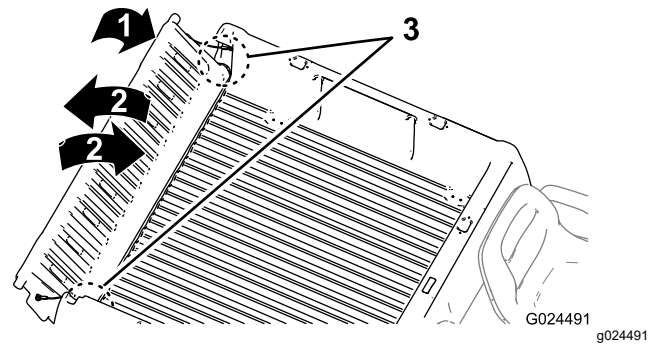

Bild 17
2. Drehen Sie die Heckklappe auf eine ungefähre Stellung von 45° (Bild 17).
3. Drehen Sie die Heckklappe mehrmals mit kurzen, schüttelnden Bewegungen (Bild 17).